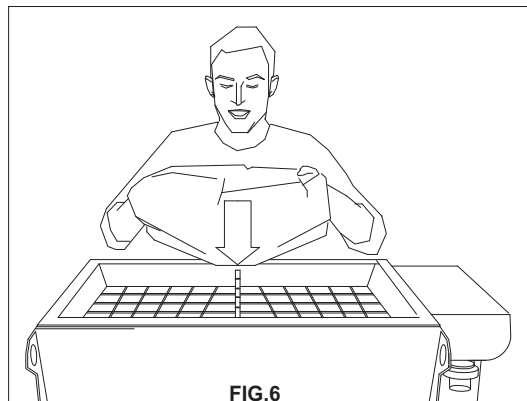

FIG.6
- Charger le matériau prémélangé sec. Prendre les sacs de matériau, les poser sur la grille brise-sacs (réf.12,fig.1), soulever les deux extrémités du sac jusqu'à ce qu'il se soit complètement vidé à l'intérieur de la trémie(fig.6).